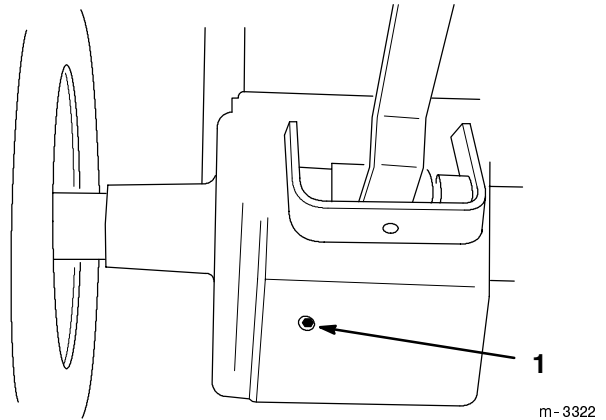

Figure 48
3. Placer un récipient sous l'ouverture de vidange de la boîte-pont. Retirer le bouchon de vidange (Fig. 48).